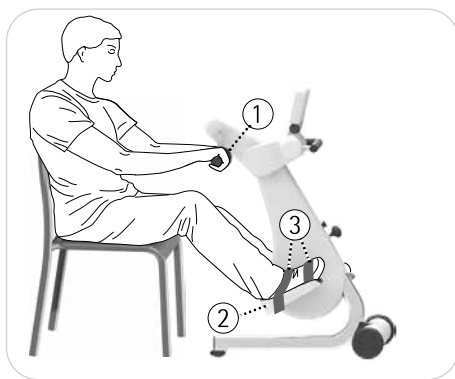

Fig. 5.21
vedere Fig. 5.21, 5.22 Fissare adesso i piedi con le chiusure in velcro ③.